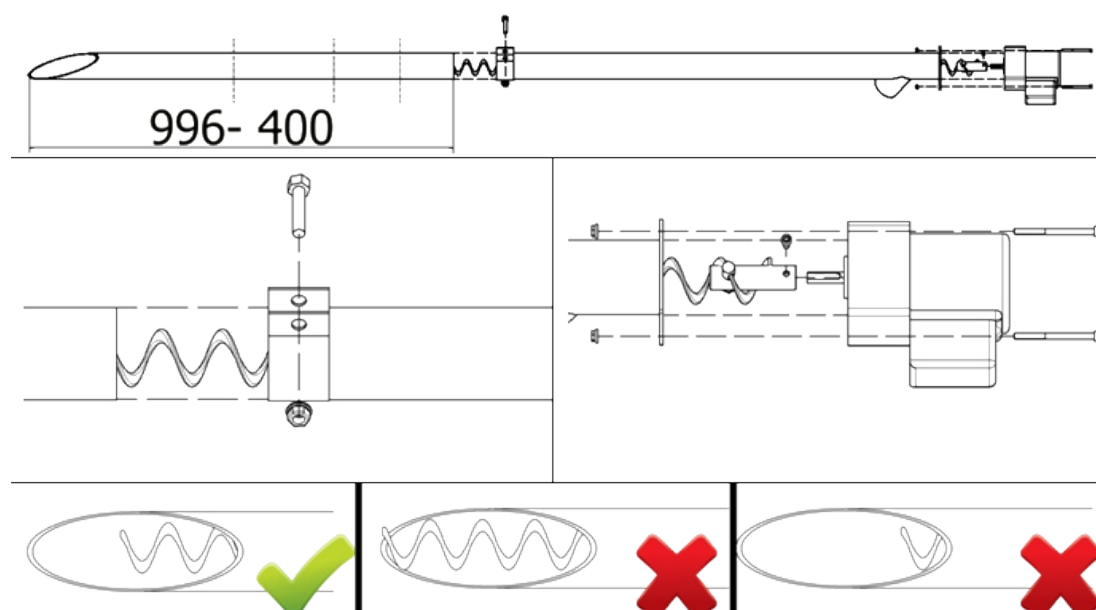

Рисунок 7. Схема установки винтового подающего устройства в штутцере бункера
- Д) отмерить и отрегулировать длину подающего устройства пеллет, не забывая при этом, что угол между основанием и трубой подающего устройства не должен превышать 45° (см. рис. 7);
- Е) подвесить подающее устройство на цепочке. (см. рис. 7);
При монтаже винтового подающего устройства соединение его с бункером производить как показано на рис. 7.